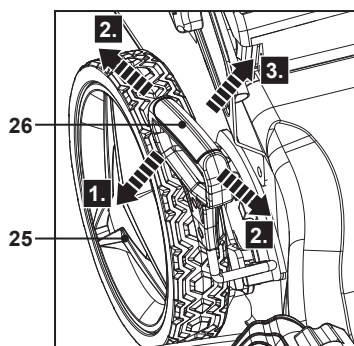

Fig. 23
1. Tirer le levier de réglage de la hauteur de coupe (26) vers la roue arrière (25) (Fig. 23, étape 1), puis le déplacer vers l'avant ou vers l'arrière jusqu'à la hauteur de coupe souhaitée (Fig. 23, étape 2).
2. Relâcher le levier (26) et s'assurer qu'il s'enclenche correctement (Fig. 23, étape 3).